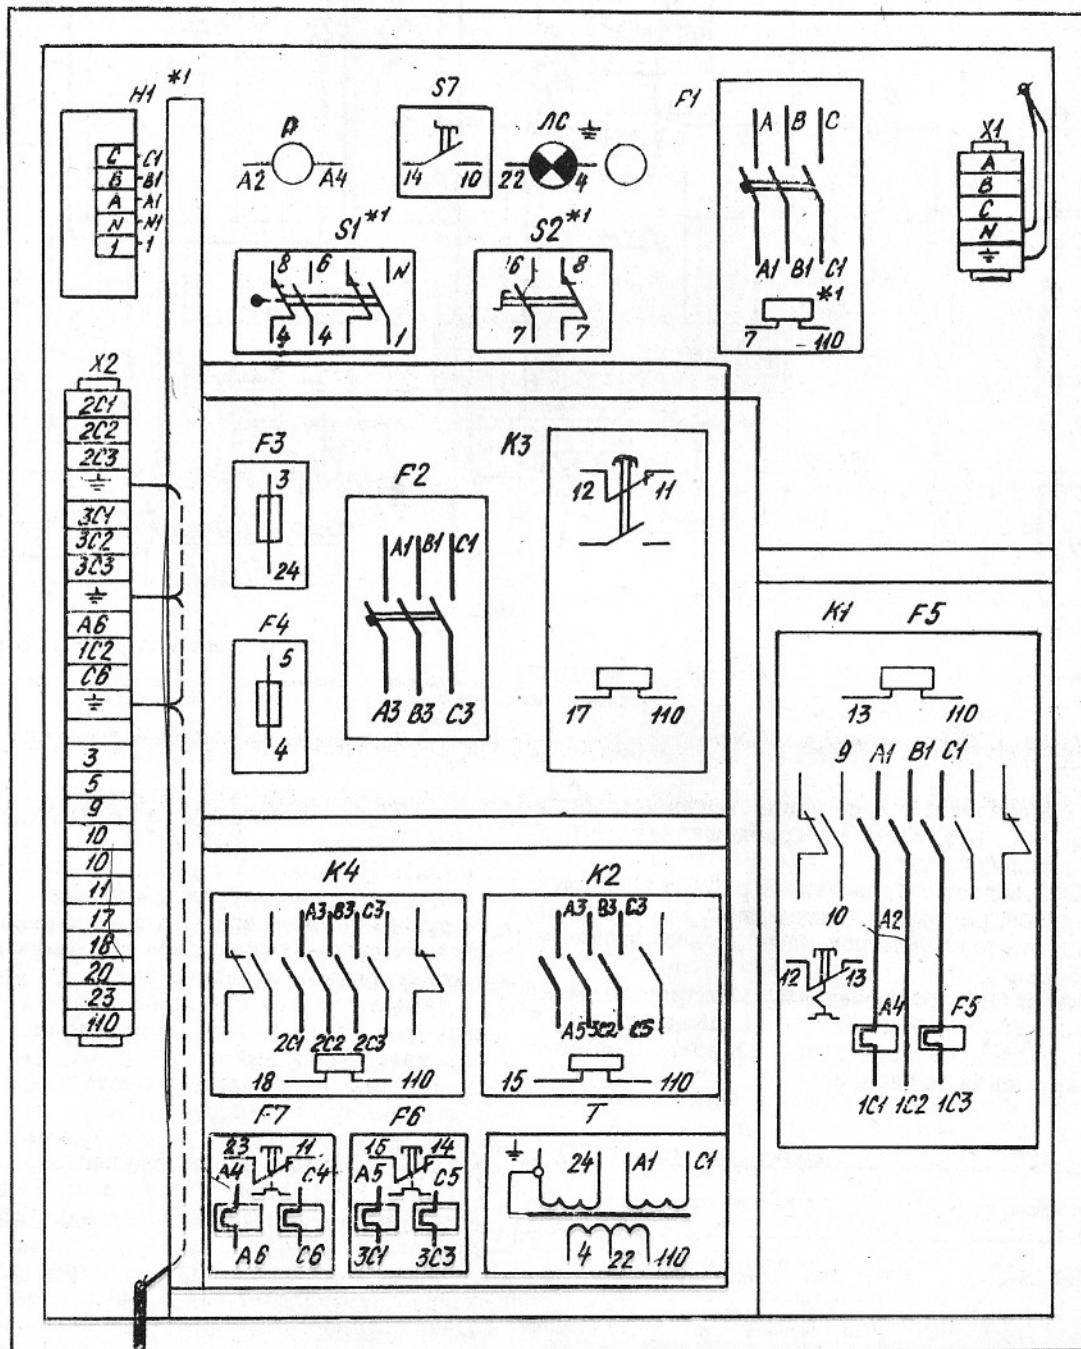

Рис. 6. Шкаф управления. Расположение электроаппаратов.
**ВНИМАНИЕ!** При системе энергопитания с изолированным нейтральным проводом снять перемычку между клеммами N и  $\perp$  на вводном клеммном наборе X1 (рис. 6), установленном в шкафу управления.